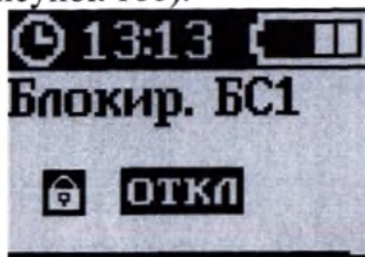

Рисунок 160 – Экран «БЛОКИР. БС1»
5. Нажать кнопку «ОК» (рисунок 160).